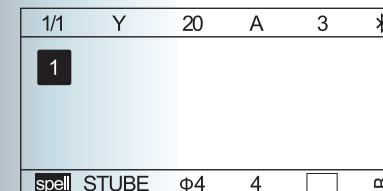

Рисунок 4.3-3
3) Используйте клавиши **【←】/【→】** чтобы выбрать размер вашей термоусадочной трубы. Нажмите **[Enter]** чтобы вернуться в режим ввода. (Рис. 4.3-3)